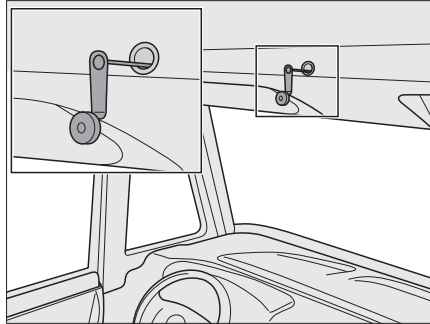

Fig. 164 Azionamento di emergenza del letto basculante elettrico
- ▶ In caso di black-out elettrico il letto basculante può essere azionato anche con una manovella di emergenza (Fig. 164). Essa si trova nella cucina componibile.